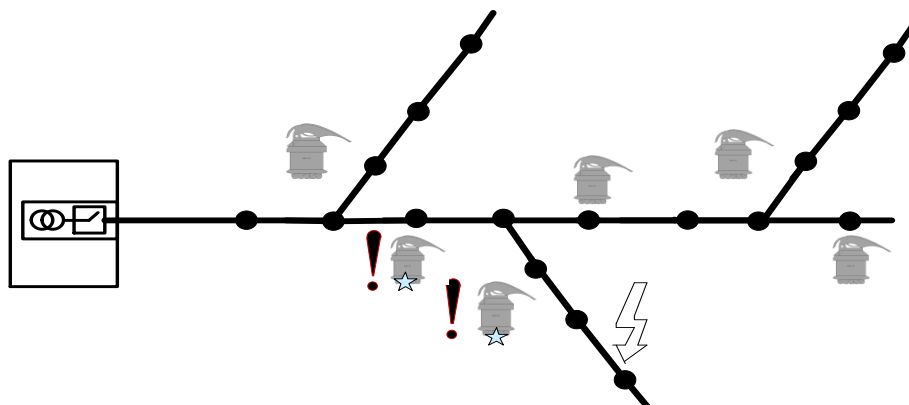

Рисунок 7 – Установка комплектов на линии с длинным стволом и длинными ответвлениями.
- на линии с длинным стволом и длинными ответвлениями комплекты устанавливаются в начале контролируемых ответвлений и за местом разветвления, на ближайших промежуточных опорах (Рисунок 7).